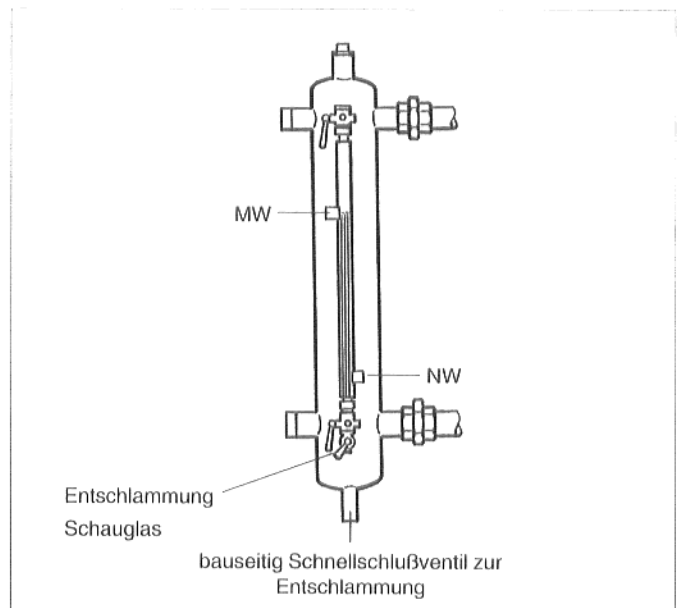

Abb. 37 Dampfmaschine
- Die Dampfmaschine ist an den in Abb. 37 gezeigten Punkten durch Öffnen der Ventile zu entschlammern.